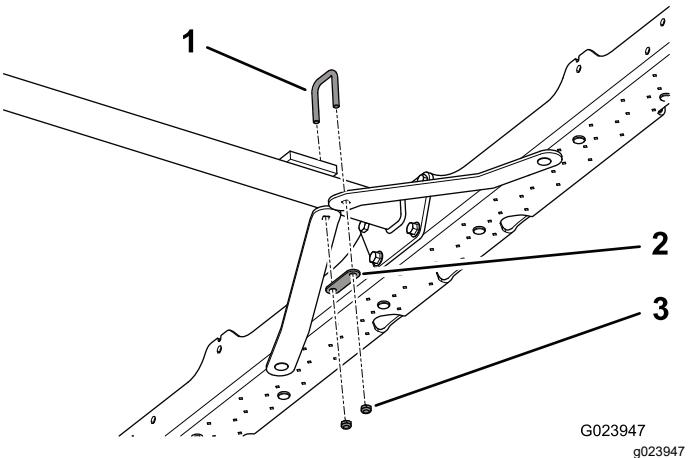

図 6
4. 牽引バーの上部にUボルトを取り付け、このUとサポートブレースの短い平たい端部にある穴を整列させる図6。
5. U のねじ山のついている端部にストラップを取り付け、U ボルトを固定するフランジロックナット5/16 インチ2個を使用する図 6を参照。